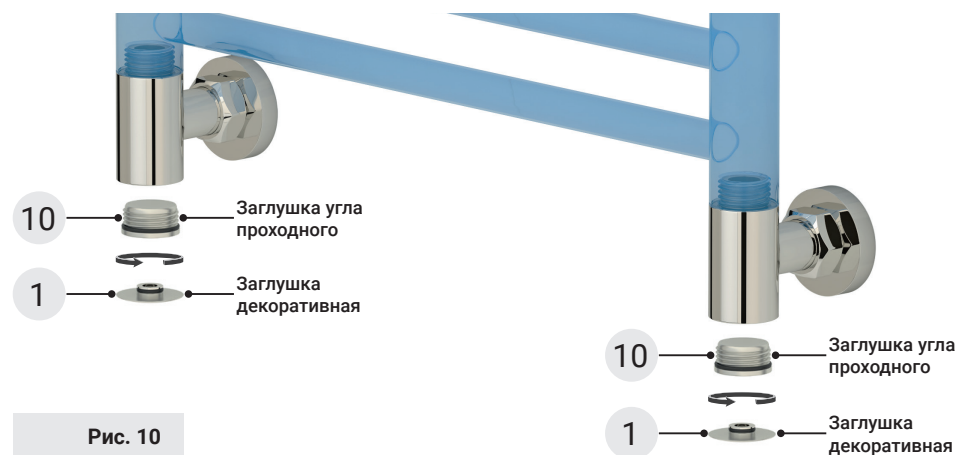

Рис. 10
3.5. В нижние углы вкрутите заглушки проходного угла также применяя шестигранный ключ №12. Далее установите декоративные заглушки (рис. 10).